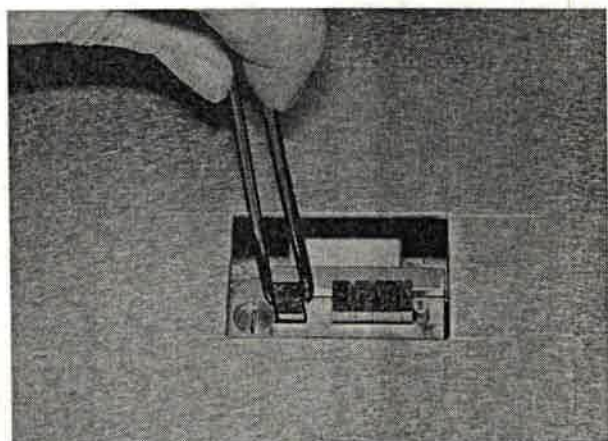

Bild 234
4. Neue Typen mit entsprechenden Leertypen einsetzen (Bild 234).